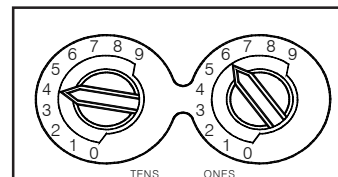

Abb. 3 Drehschalter für Adressierung
- Stellen sie die Melder-Adresse zwischen 01 und 99 mit einem Schlitzschrauben-dreher an den beiden Drehschaltern ein und vermerken Sie die Adresse auf dem Etikett auf dem Sockel. (s. Abb. 3)